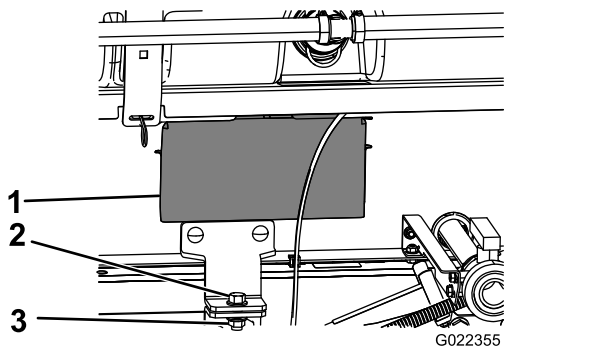

Figura 34
5. Îndepărtați panourile de acces de pe ambele părți ale saniei cadrului (Figura 34).
8. Fixai suportul de fixare al ansamblului saniei rezervorului la suportul platformei de pe cadru de pe fiecare parte a mainii cu un urub ($\frac{1}{2} \times \frac{1}{2}$ ") i o contrapiuliă ($\frac{1}{2}$ ") aa cum este indicat în Figura 34.